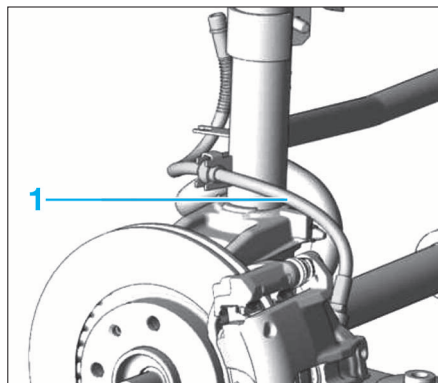

FIG.3
- Obturer la canalisation et déposer le flexible de frein (1) (Fig.3).